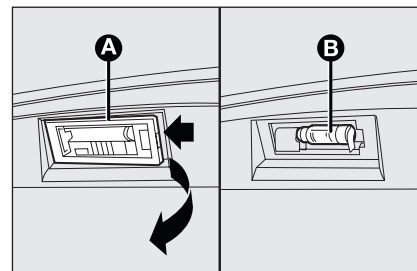

fig. 31
- ☐ agir dans le point indiqué par la flèche et enlever le transparent **A**-fig. 31;